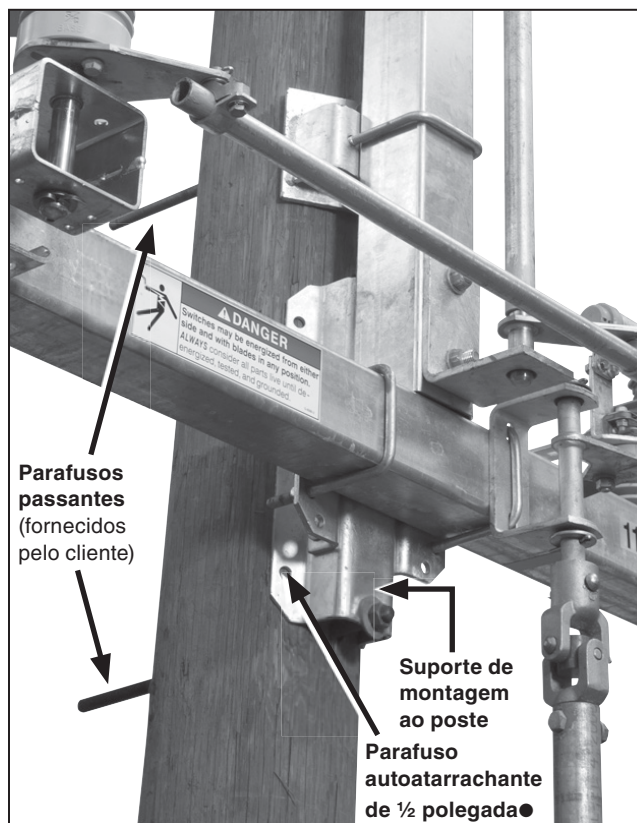

Figura 5. Detalhe típico de montagem ao poste (exemplo para a configuração de montagem triangular).
- Aperte com firmeza os parafusos passantes. Instale os dois parafusos autoatarrachantes de ½ polegada na parte frontal do suporte de montagem, diagonalmente entre si. Ver Figura 5.